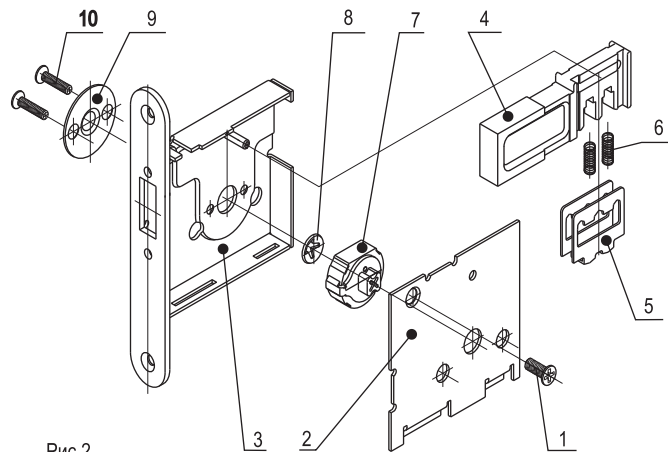

Рис.2
## ТЕХНИЧЕСКОЕ ОБСЛУЖИВАНИЕ (см. рис. 2)
2. Разборка замка - в случае необходимости (см. рис. 2):
3. Сборку замка производите в обратном порядке, располагая детали в соответствии с рис. 2.